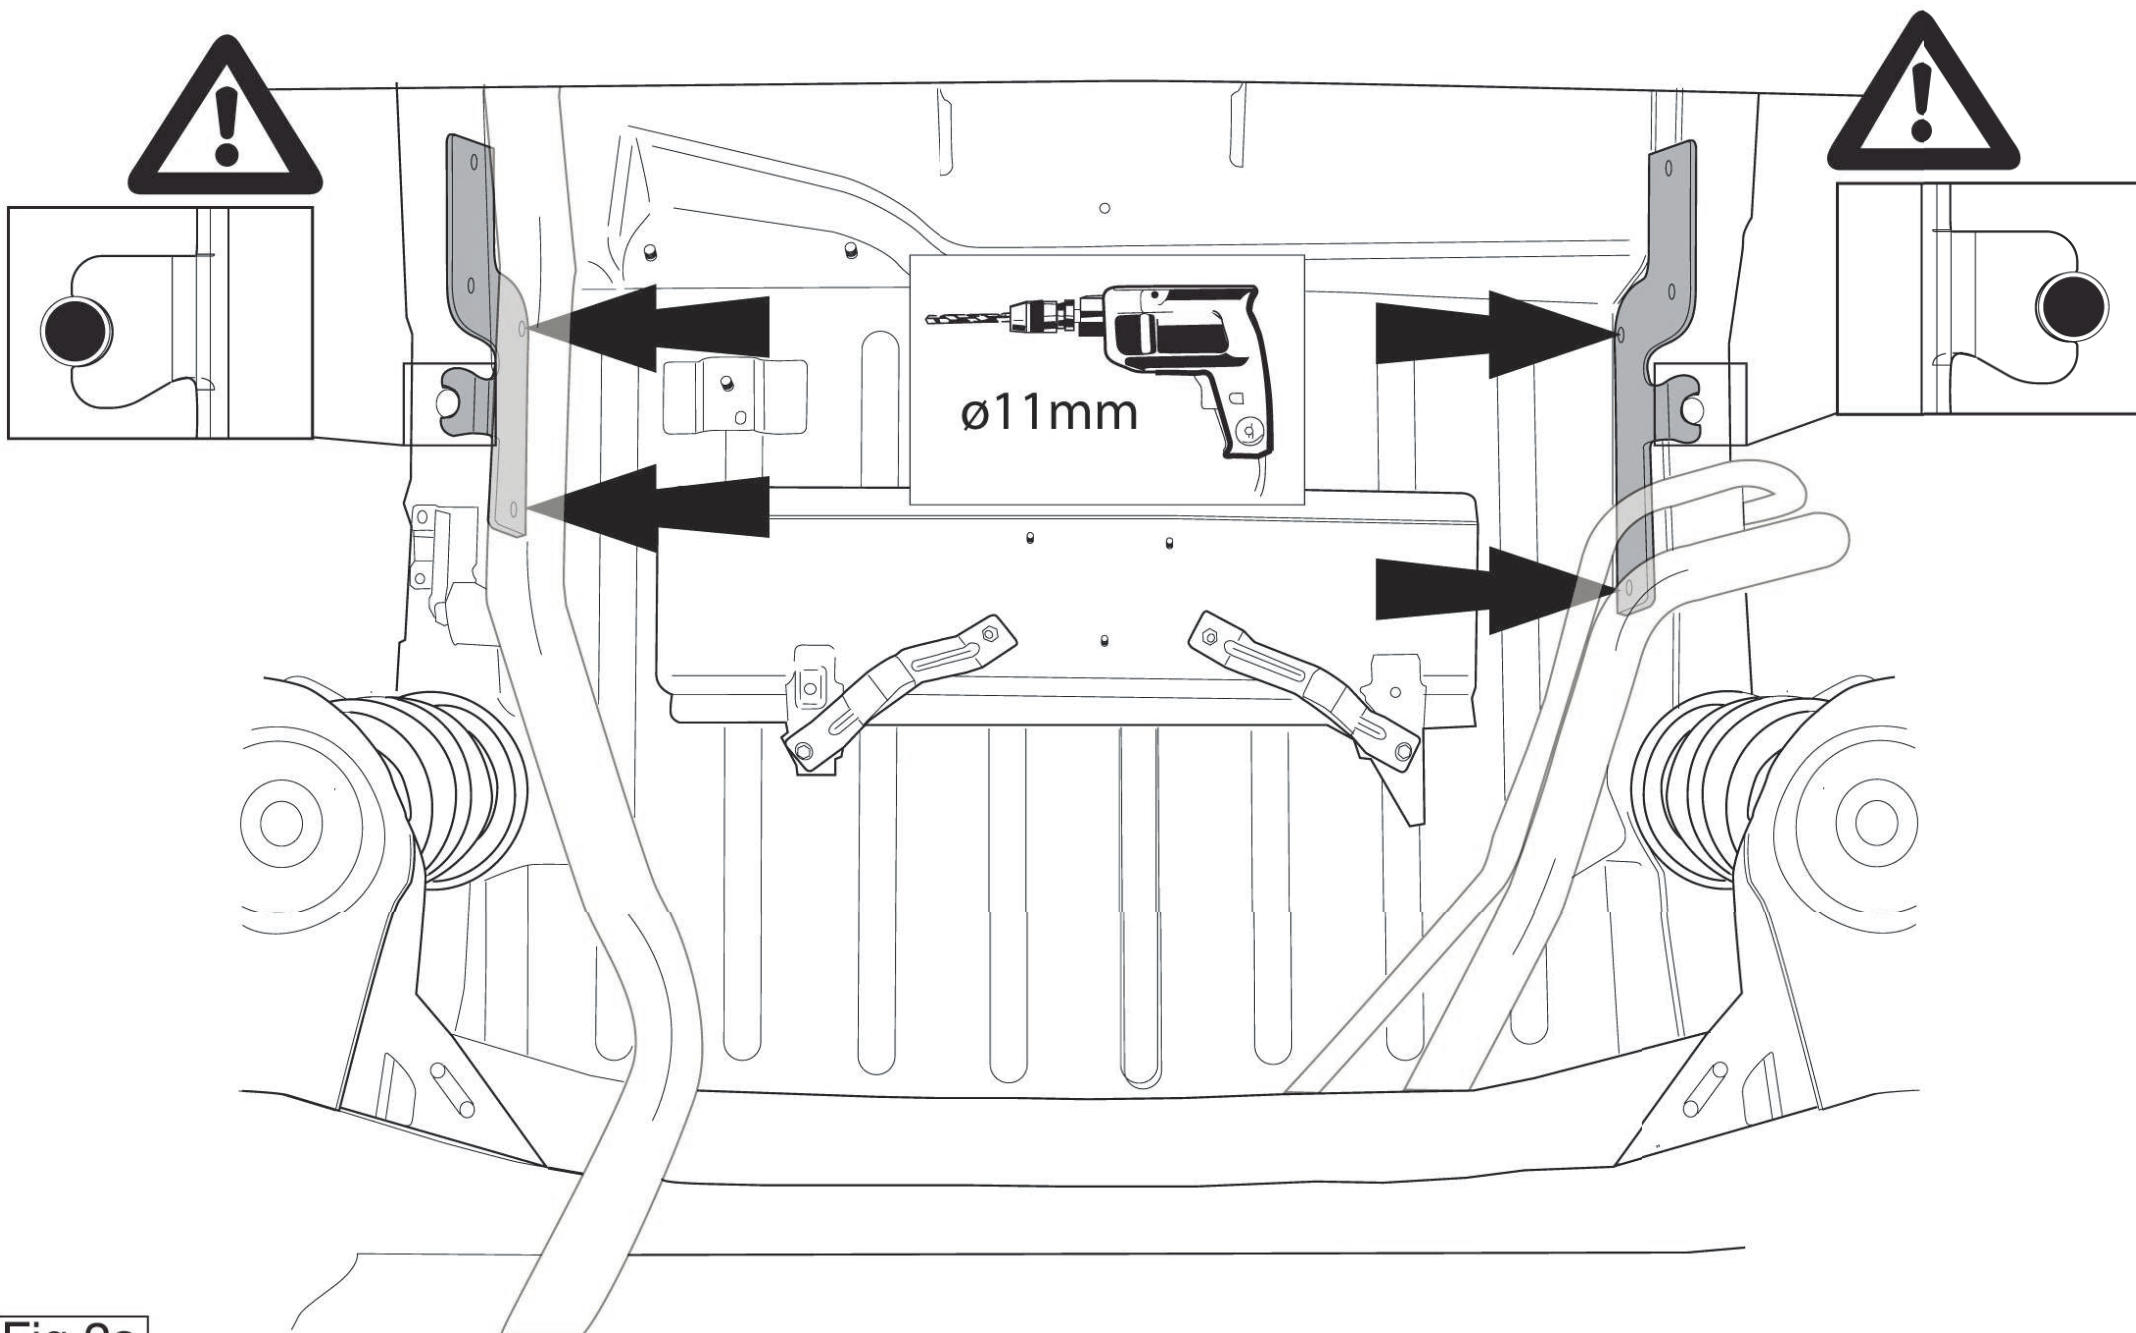

Fig.2a
5. Percer les trous A de 11 mm de diamètre, de part en part (voir la fig. 2a).